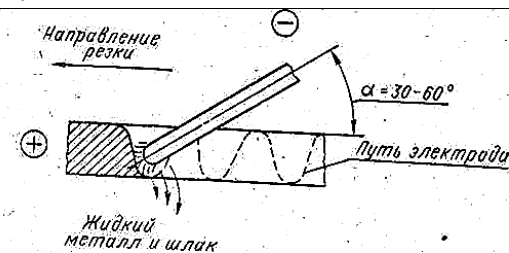

Рисунок 1 - Положение и направление движения электрода при дуговой резке
4. Резка пластин различной толщины по прямой, по кривой	<ol style="list-style-type: none"> 1. Разметить пластины мелом (прямая, круг, овал). Установить пластину в наиболее удобное положение. 2. Возбудить дугу на кромке разрезаемого металла с торца так, чтобы расплавленный металл имел возможность свободного стекания. 3. При вырезании круга дугу возбуждать посередине линии реза. (Рисунок 1). 3. Вести электрод «на себя». Положение электрода при прямолинейной резке под углом 30-60° к пластине. (Рис. 1). Положение электрода при криволинейной резке – под углом 10-15° к пластине (Рисунок 2).